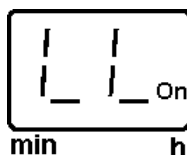

Abb. 31 - Quittierte Störungsanzeige „LL“
- Durch Drücken des Tasters (Abb. 30) geht das Blinken \* LL \* in Dauerlicht über, siehe Abb. 31.